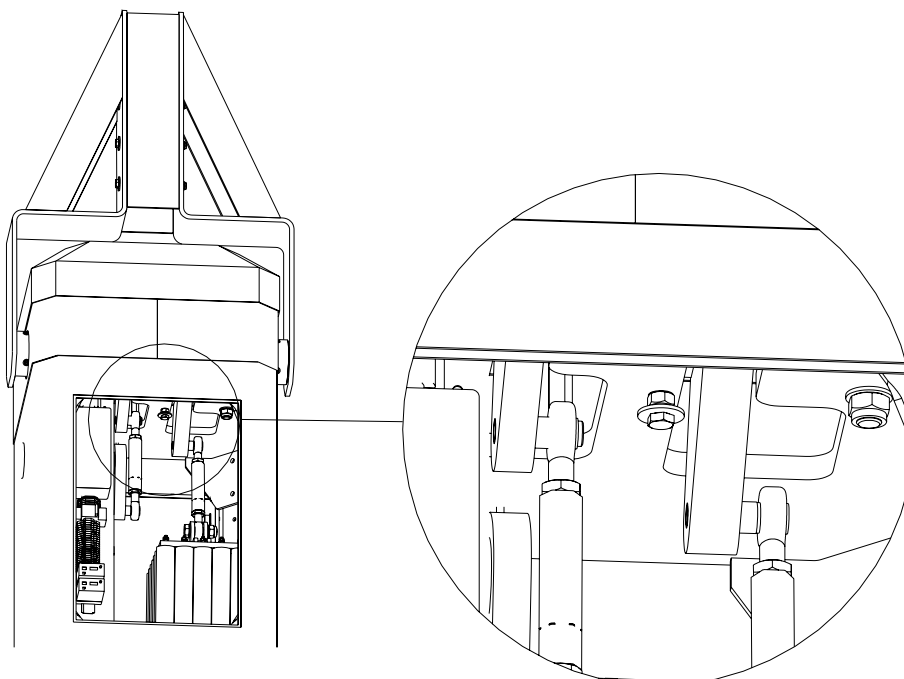

Bild 16
- l. Befestigen Sie nun das Federpaket mittels der Spannschlossmutter wieder an der Mechanik. Federn noch nicht vorspannen! Entfernen Sie die rote Sicherungsschraube. Setzen Sie die Schraube (für spätere Umbauten etc.) von UNTEN in die Grundplatte wieder ein und kontern Sie diese mit der Kontermutter (siehe Bild 16).